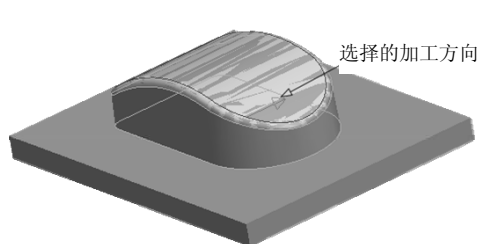

图 5-61 拾取的加工曲面
2) 拾取进刀点后,系统提示“切换加工方向”,直接单击选择如图 5-61 所示的方向。系统提示“改变曲面方向”,单击箭头可以改变曲面方向,使其指向曲面的外部,然后单击右键结束。